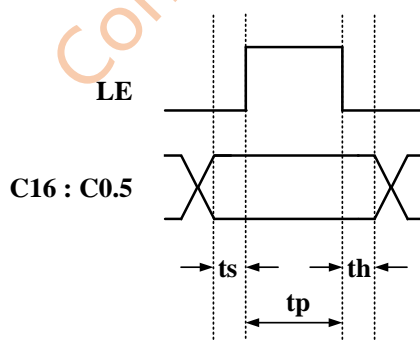

图 2 锁存并行时序图
锁存并行模式时，在LE保持为低电平时改变衰减控制位，然后使LE先拉高再拉低，形成一个脉冲，从而锁住最新的衰减态。图2描述了锁存并行模式的时序图，表5是相关的交流特性。
3) 直接并行模式时，LE(Pin5)接高电平；锁存并行模式时，LE(Pin5)需要形成脉冲，如图 2 所示。